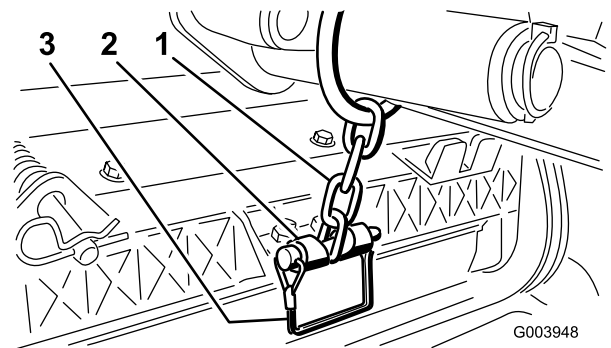

Figura 10
12. Fissate la catena del braccio di sollevamento alla staffa della catena, usando il perno di ritenuta (Figura 10).